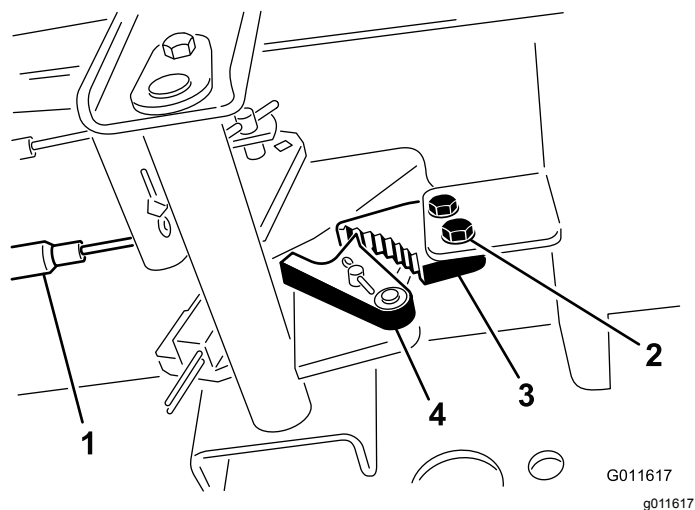

Figura 70
1. Allentate le due viti che fissano il nottolino del freno di stazionamento al telaio (Figura 70).
2. Premete in avanti il pedale del freno di stazionamento finché il fermo non s'innesta completamente nel nottolino del freno (Figura 70).